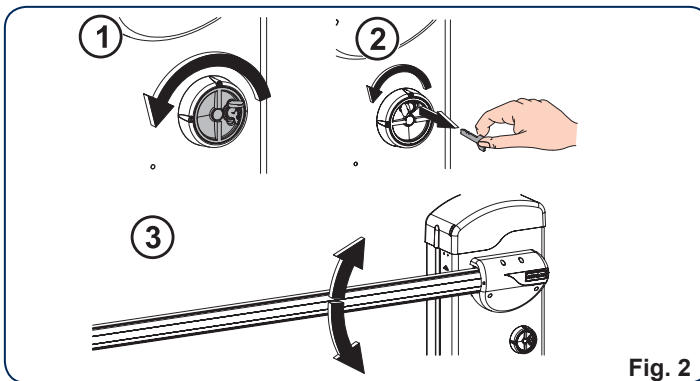

Fig. 2
- Ruotare il dispositivo di sblocco in senso antiorario sino al suo arresto, Fig. 2 rif. ①.
- Ruotare la chiave in senso antiorario sino al suo arresto ed estrarla, fig. 2 rif. ②.
- Muovere manualmente l'asta sino al suo arresto, fig. 2 rif. ③.